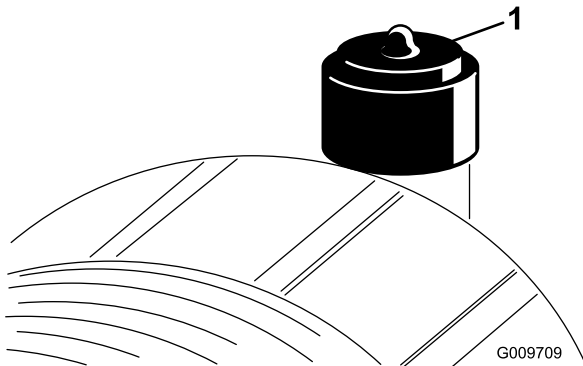

Figura 23
Revise el filtro del limpiador de aire únicamente cuando el indicador de mantenimiento (Figura 23) lo requiera. El cambiar el filtro antes de que sea necesario sólo aumenta la posibilidad de que entre suciedad en el motor al retirar el filtro.
6. Reinicie el indicador (Figura 23) si se ve rojo.